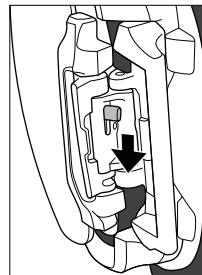
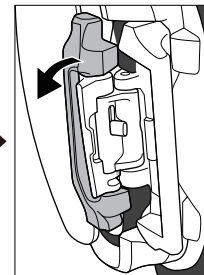
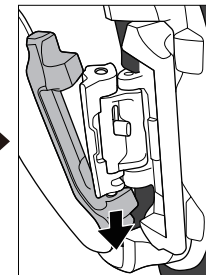

図3-1 (図3破線部の拡大)
図3-2 (図3破線部の拡大)
図3-3 (図3破線部の拡大)
次にスイッチパーツ⑤の裏側にあるロックパーツ⑥(薄いグレー部分)を下方向に押し下げます。(図3-1) ロックパーツ⑥を押し下げたまま、レンズパーツ④(薄いグレー部分)の上部をフレーム前方へ倒し(図3-2)、そのまま下方向に押す(図3-3)ことでスイッチパーツ④下部の突起からレンズパーツ⑤が外れます。左右同じように取り外します。